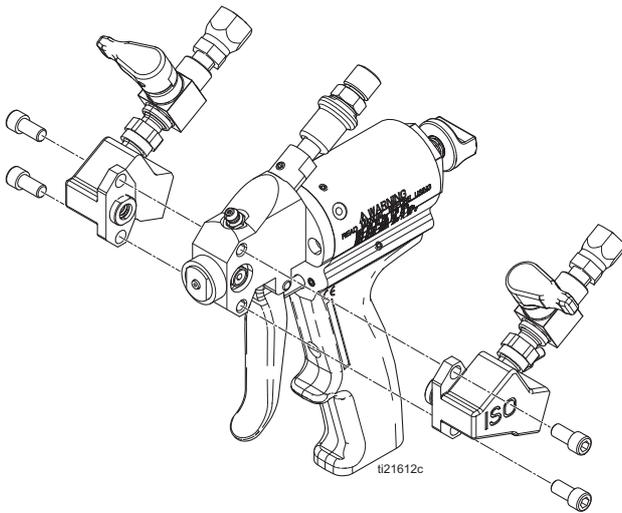

Fig. 11: Montage des blocs latéraux
3. Vérifier que le verrou de sûreté du piston (67) est bien et serré et qu'il est entièrement fileté dans le pistolet.
4. Retirer les vis pour enlever les blocs latéraux. Voir FIG. 11, page 18.
5. Retirer l'un des boîtiers du joint d'étanchéité du bloc latéral (17) depuis ce dernier. Laisser le joint (30) dans le boîtier et rincer à l'aide d'un solvant approprié.